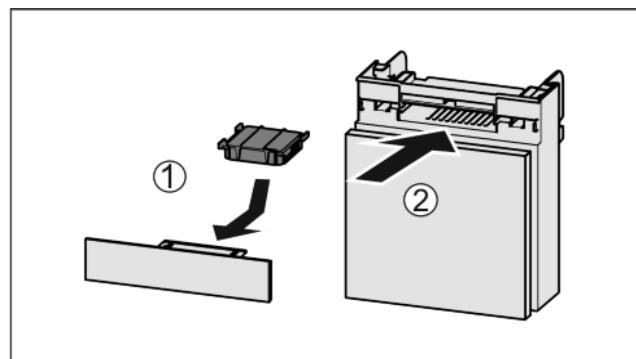

Fig. 34
- Вставити фільтр з активованого вугілля за малюнком Fig. 34 (1).
► Вставити відділення Fig. 34 (2).